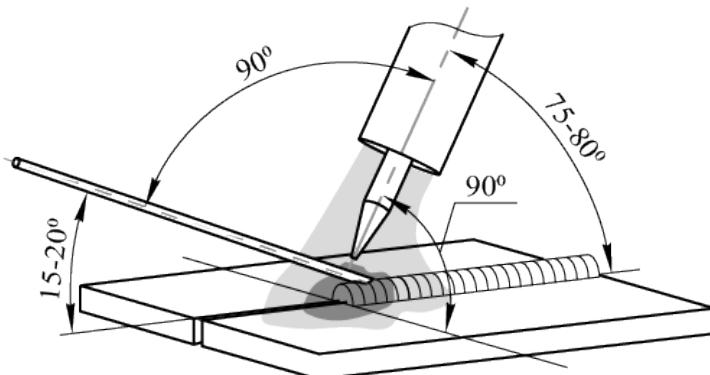

Рис. 12.13. Угол наклона горелки.
Сварку обычно выполняют справа налево. При сварке без присадочного материала электрод располагают перпендикулярно к поверхности свариваемого металла, а с присадочным материалом – под углом. Присадочный пруток перемещают впереди горелки (См. рис. 12.13).
**При аргонодуговой сварке также следует не забывать про противоположный угол наклона горелки (См. рис. 12.13). Это влияет на формирование сварочного шва. Страйтесь держать горелку под углом 90° (по отношению к линии шва).**